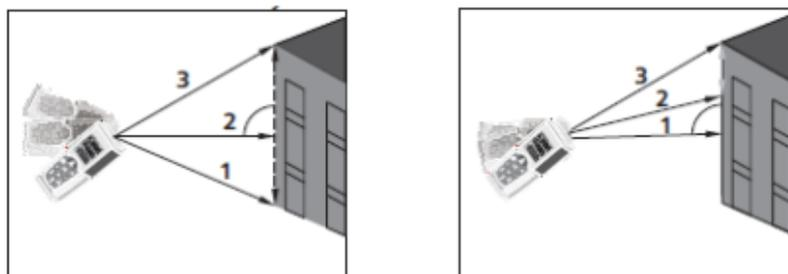

Fig. 8: Ejemplos de medidas Indirectas a 3 puntos
3. Posicione el instrumento en el punto más bajo (1) de la medida (vea Fig. 8) y pulse la tecla . El resultado se muestra en la primera pantalla parcial. El símbolo "" se muestra en pantalla con el lado "2" parpadeante
4. Posicione el instrumento lo más horizontal posible (2) de la medida (vea Fig. 8) y pulse la tecla  para realizar la medida. El resultado se muestra en la segunda pantalla parcial. El símbolo “” se muestra en pantalla con el lado “3” parpadeante
5. Posicione el instrumento en el punto más alto (3) de la medida (vea Fig. 8) y pulse la tecla  para realizar la medida